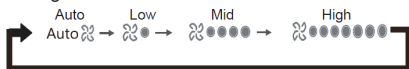

Figura 3.8
2) 3 velocidades de ventilação: A velocidade de ventilação é ajustada de forma sucessiva, como na Figura 3.8.